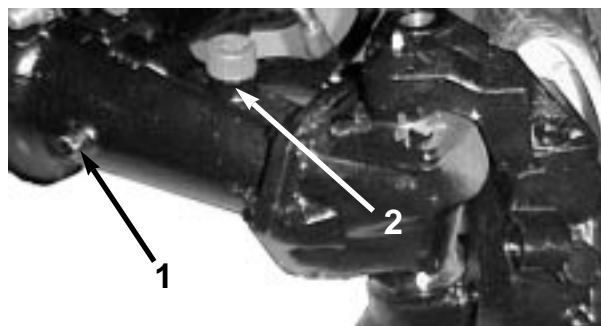

図 21
- 2 . アクスルの一方の端部から点検用プラグ（図21）を抜き、穴の下端まで潤滑油があることを確認する。量が不足の場合は、給油プラグ（図21）をはずして補給する。